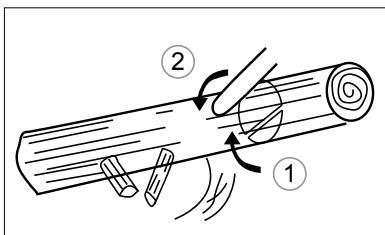

Рис. 15
2. В случае когда ствол лежит на опоре одним концом, сначала выполните срез снизу до 1/3 диаметра ствола во избежание раскалывания. Затем закончите срез сверху так, чтобы он совпал с первым срезом, избегая заклинивания (рис. 15).